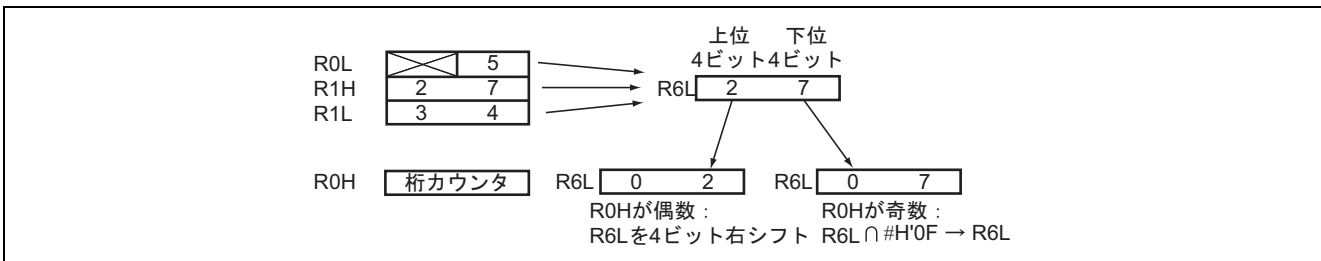

図3 1バイトの中の汎用レジスタのデータを2つに分ける方法
(1) ソフトウェアBCDは、2つの処理から構成されます。
(2) 1桁の数(4ビット)の処理を図3を使って説明します。